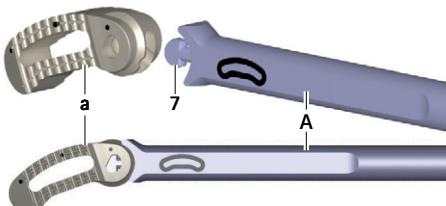

Fig. 7 Accouplement de l'implant sur l'instrument d'insertion
- ▶ Ficher l'implant **a** dans l'emballage de protection sur le méplat **7** de l'instrument d'insertion **A**, voir Fig. 7. Ce faisant, veiller à l'orientation de l'implant (orientation en fonction de l'inscription figurant sur l'instrument d'insertion).
- ▶ Accoupler l'instrument d'insertion A à l'implant **a** in situ, voir Fig. 7.